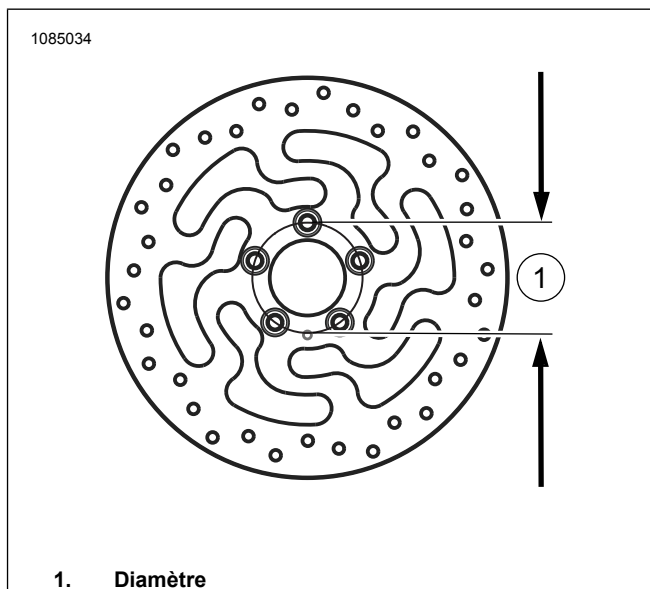

Figure 4. Diamètre du trou de montage du disque
- a. Voir la Figure 4. Si le diamètre du disque de frein avant ne mesure pas 3,25 po, jetez les disques.